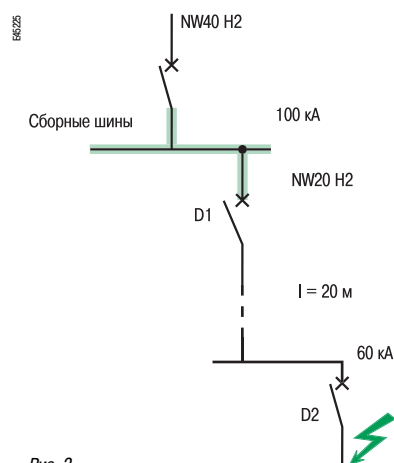

Рис. 2
- селективность между аппаратами D1 и D2 (рис.2) полная.